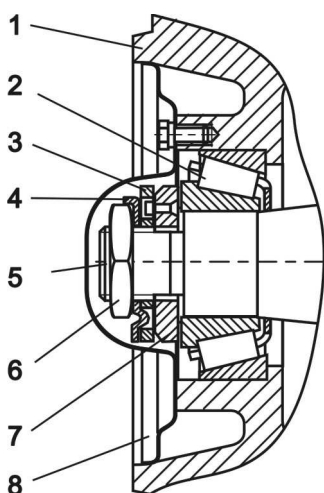
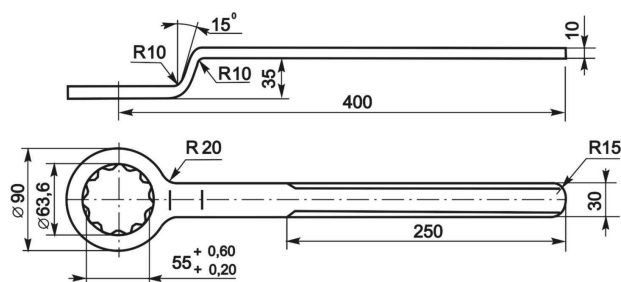

Рис. 5-6 Ступица передней оси
Рис. 5-7 Ключ для контргайки поворотной цапфы
3. Снять крышку ступицы 8 (рис. 5-6) и, отогнув замочную шайбу 4, отвернуть контргайку 6 ключом (рис. 5-7).